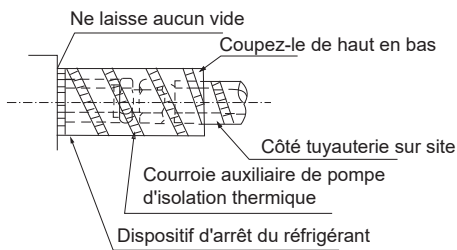

Fig.6-5
3. Pour éviter la condensation, ne laissez aucun espace entre le matériau isolant et le corps de l'unité (voir Fig.6-5).